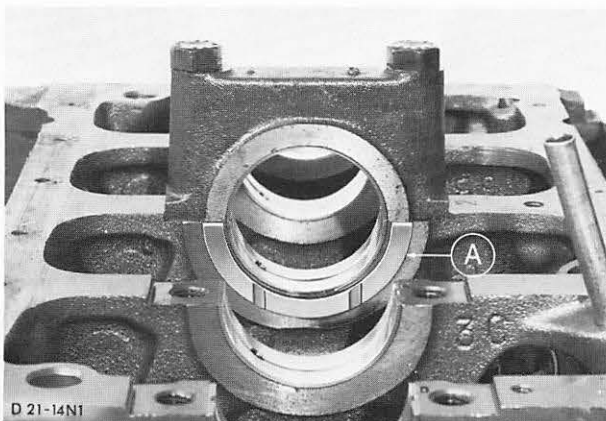

Abb. 47 Motorblock mit montiertem Anlaufhalbring
31. Hauptlagerdeckel komplett mit Lagerschalen abbauen. Beim Abbau des mittleren Hauptlagerdeckels auf den Sitz der beiden Anlauf-Halbringe achten und dementsprechend kennzeichnen, Abb. 47.